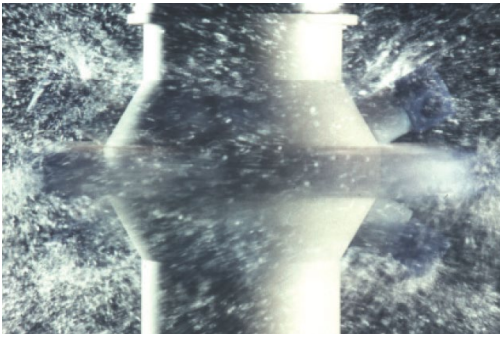

Abbildung 3: Das Sprühnebelsystem
1. Es saugt die Waschflüssigkeit aus dem Vorratsbehälter ❺.
2. Durch feinstes Zerstäuben über seine Sprühdüsen ❺ sorgt es für eine gleichmäßige Verteilung der Waschflüssigkeit im Absorptionsraum (Abbildung 3).